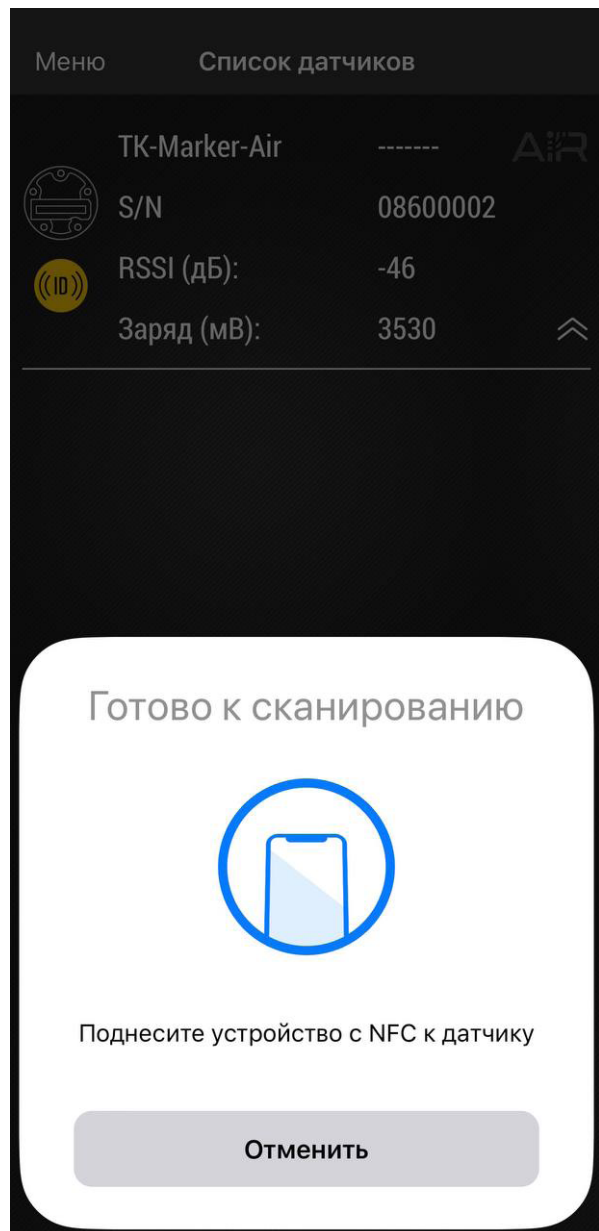

Рис.5. Активация NFC.
- Поднесите NFC сканер мобильного устройства к верхней части метки, которую нужно активировать (**Рис.5**).